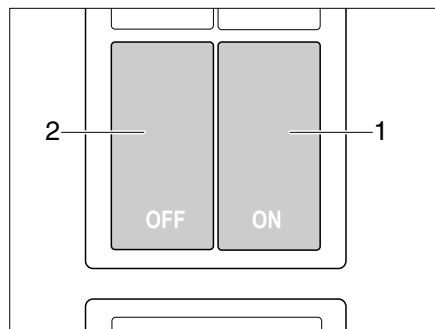

Bild 16 Brytare för köksmanöverradens centrallås
Köksmanövreraden är försedd med ett centrallås. Luckorna och lådorna i köket kan låsas och låsas upp manuellt med brytaren (Bild 16).
- Tryck på brytaren (Bild 16,2). Luckor och lådor i köket är låsta.
- Tryck på brytaren (Bild 16,1). Luckor och lådor i köket är upplåsta.